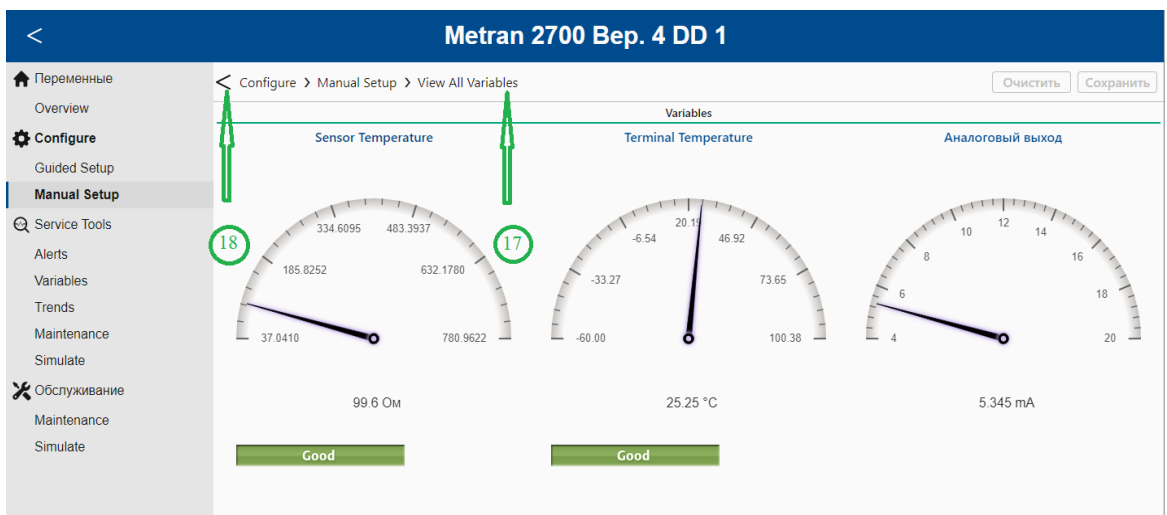

Рис. 13 Элементы конфигурационного окна
- 17. Навигационная цепочка – (рис.13) (пункт 5.27)